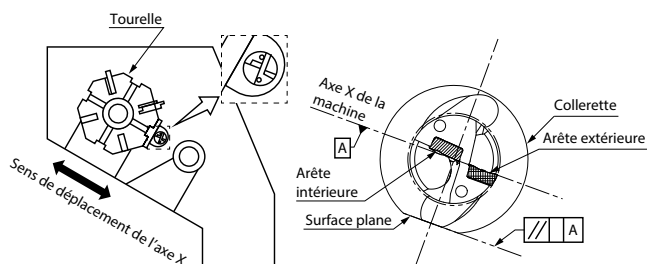
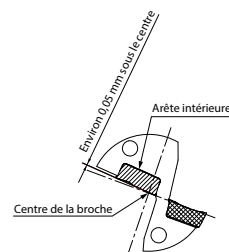

Fig 1 Installation sur le tour
Fig. 5 Vue avant du foret
- Aligner la graduation de la collerette de la bague avec le centre de la marque de référence du foret. (Fig. 1)
2. Il est recommandé de positionner la plaquette extérieure comme indiqué à la fig. 1, c.-à-d. dirigée vers l'opérateur. (Fig. 1)
Lorsqu'elle est installée selon la figure 1, la plaquette intérieure se trouve à environ 0,05 mm sous le centre de la broche. (Fig. 5)